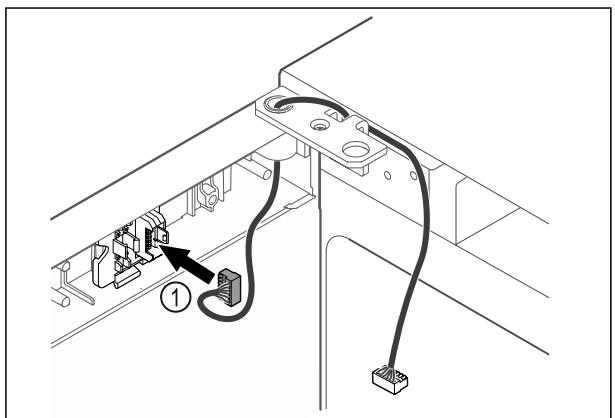

Fig. 59
- Вставьте штекер Fig. 59 (1) в держатель.